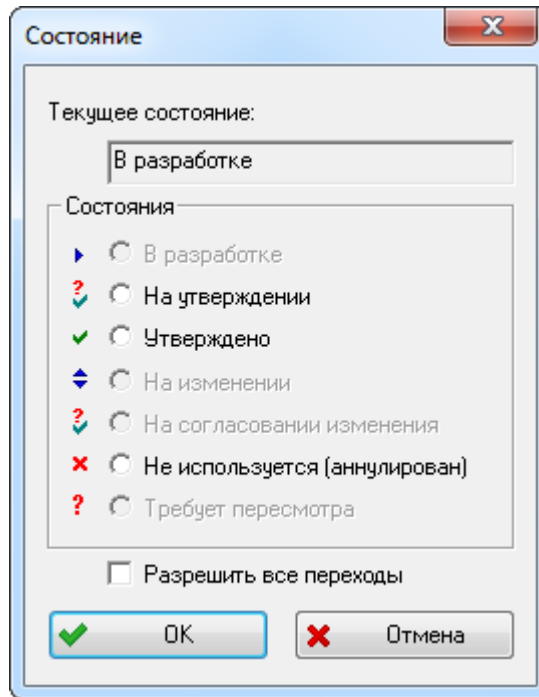

Рис. 13-85 – Изменение состояния конфигурации
- 3) После этого появится окно «Состояние», в котором можно выбрать другое состояние (рис. 13-85).